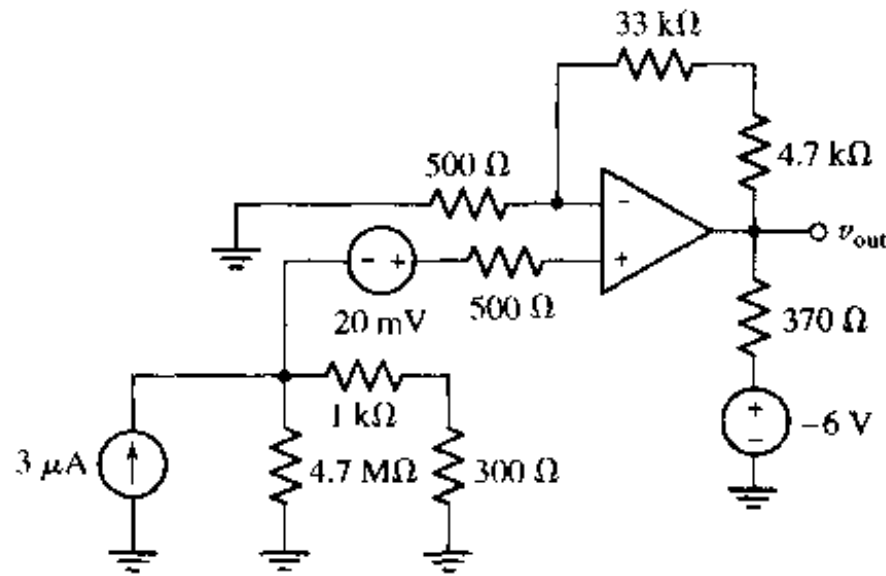

图 6.35
15. 在图 6.35 中, 用 $27 \mu\text{A}$ 电源替换 $3 \mu\text{A}$ 电源, 计算 v_{out} 。